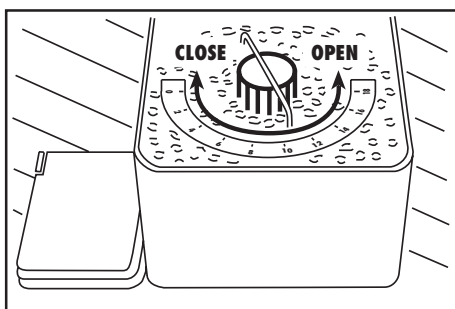

Fig. 9
- Uhrzeigersinn auf "OPEN" gedreht wird (Abb.9).